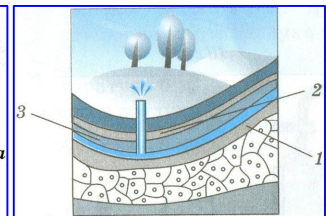

Рис. 42.3. Артезианский колодец. 1 и 3 – слои водонепроницаемые; 2 – слой, легко пропускающий воду (песок).
2. На рис. 42.3 изображен артезианский колодец. Объясните действие такого колодца.